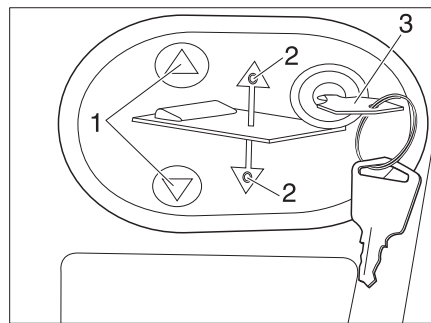

Bild 158 Manöverpanel för elektriskt höjbar säng
- Sätt in nyckeln (Bild 158,3) i manöverpanelen.
- Tryck på knappen (Bild 158,1) och håll den nertryckt. LED-lamporna (Bild 158,2) tänds och den höjbara sängen sänks till mittläget och stannar sedan.
- Tryck på knappen  (Bild 158,1) och håll den nertryckt. Motsvarande LED-lampa (Bild 158,2) lyser och den höjbara sängen sänks ända ned.